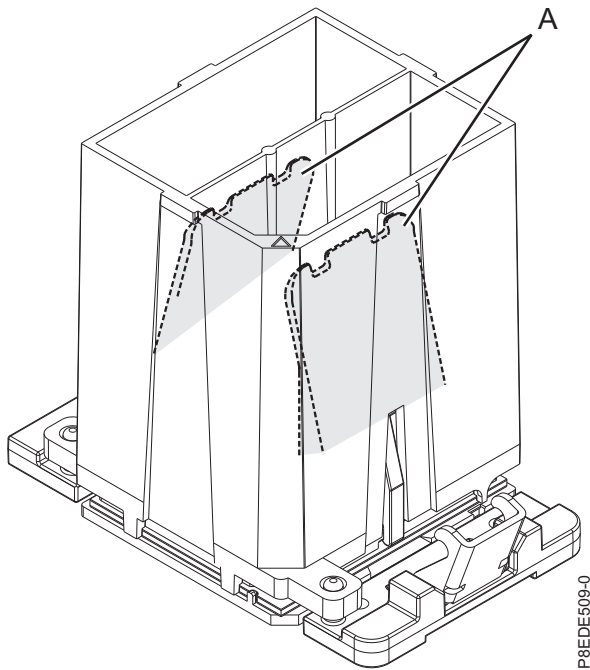

Figura 167. Extracción de la herramienta del módulo del procesador del sistema
- c. Una vez alineadas correctamente las patillas de guía y los orificios del módulo del procesador del sistema y la herramienta, presione las dos pestañas de sujeción azules (**A**) y manténgalas presionadas hasta que se alcance un tope firme, como se muestra en la Figura 167 en la página 150. A continuación, levante la herramienta para sacarla del módulo del procesador del sistema.